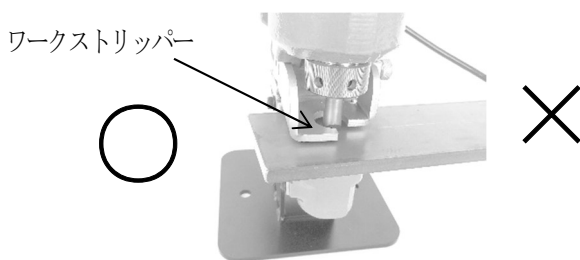

図 F-2 良い例
3. 材料はワークストリッパーに渡る状態で穴あけを行って下さい。(図F-2, F-3)